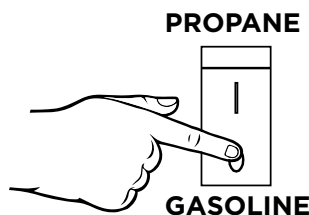

Figura 8 - Selección de combustible - Gasolina
5. Asegúrese de que el interruptor de selección de combustible esté en la gasolina (consulte la Figura 8 a continuación).